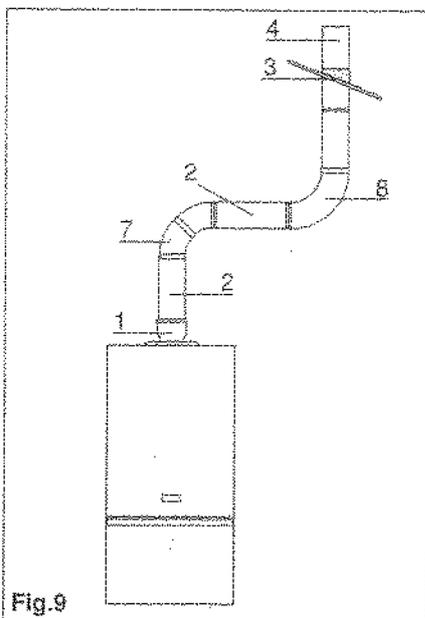

Fig.9
c) conduit avec coudes à 90° (fig.9)